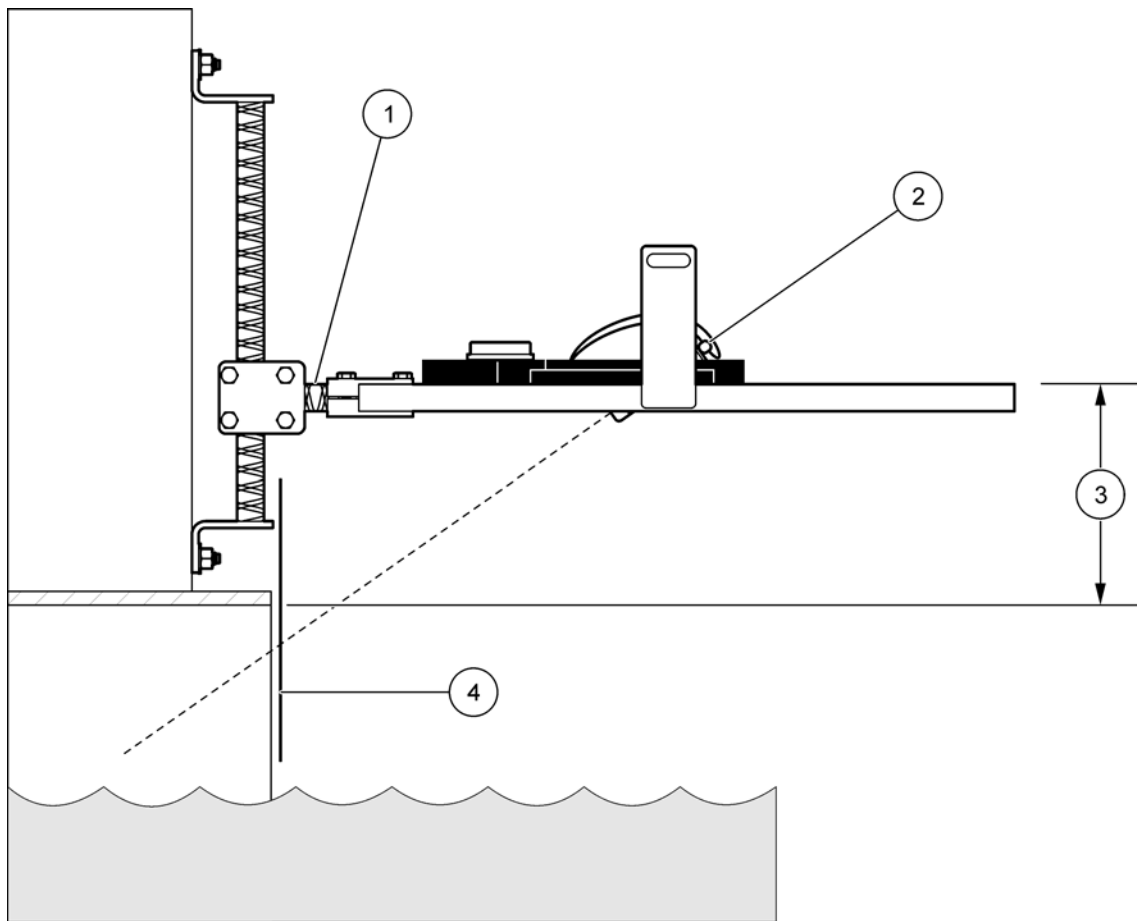

Figure 3 Réglages du capteur de vitesse
4. Mettez le pointeur laser sous tension. Réglez le support de sorte que le faisceau laser passe immédiatement sous la couronne du tuyau tel qu'illustré à la Figure 3.